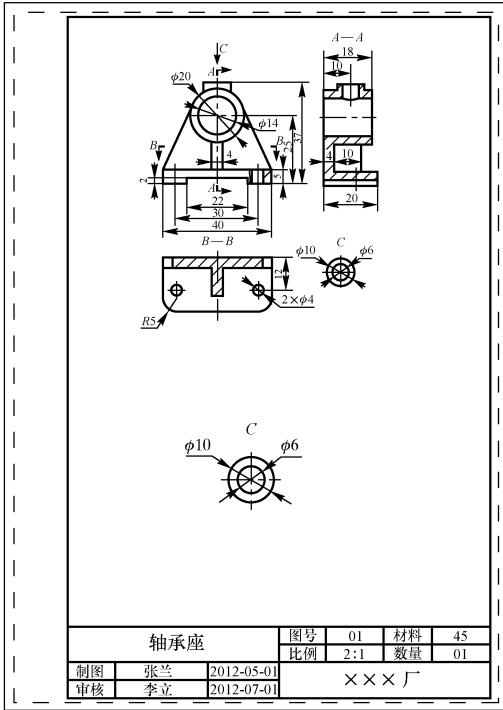

图 9-22 隐藏视口边界
- Step 5** 隐藏视口边界：关闭“视口边界”图层，隐藏视口边界，如图 9-22 所示。